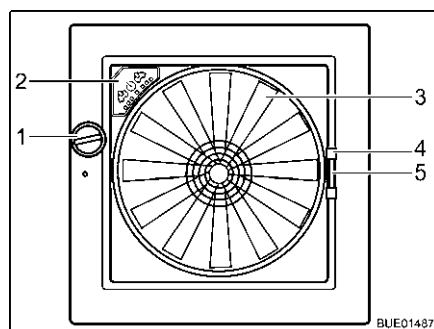

Fig. 84 Claraboya Omni-Vent
- Girar el botón giratorio (Fig. 84,1) hasta alcanzar el ángulo de apertura deseado.
- Girar el botón giratorio (Fig. 84,1) hasta que la claraboya esté completamente cerrada.
- Tirar del tirador (Fig. 84,4) de la protección contra insectos hacia el lado opuesto del marco.
- Comprimir el tirador (Fig. 84,5) del oscurecedor.
**Ventilador** Cuando la claraboya está abierta, el interior se puede ventilar y purgar de aire con el ventilador de 6 niveles (Fig. 84,3). El ventilador se maneja a través del cuadro de mando (Fig. 84,2).